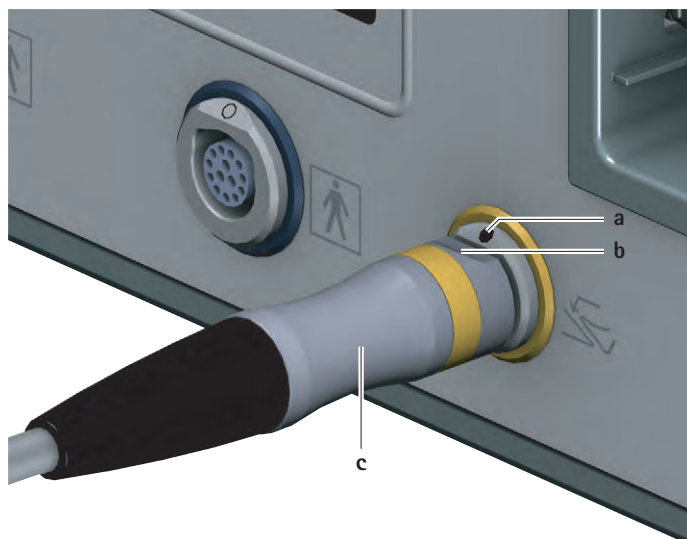

Fig. 2 Raccordement de la commande au pied
- ▶ Orienter le connecteur de la commande au pied **c** de telle sorte que le repère **b** sur le connecteur coïncide avec le repère **a** sur la prise de raccordement pour commande au pied **6**, voir Fig. 2.
- Retirer le connecteur de la commande au pied c hors de la prise de raccordement pour commande au pied 6, voir Fig. 2.